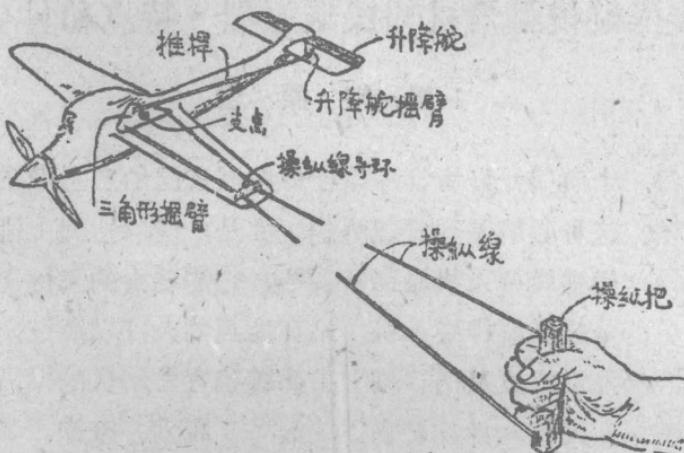
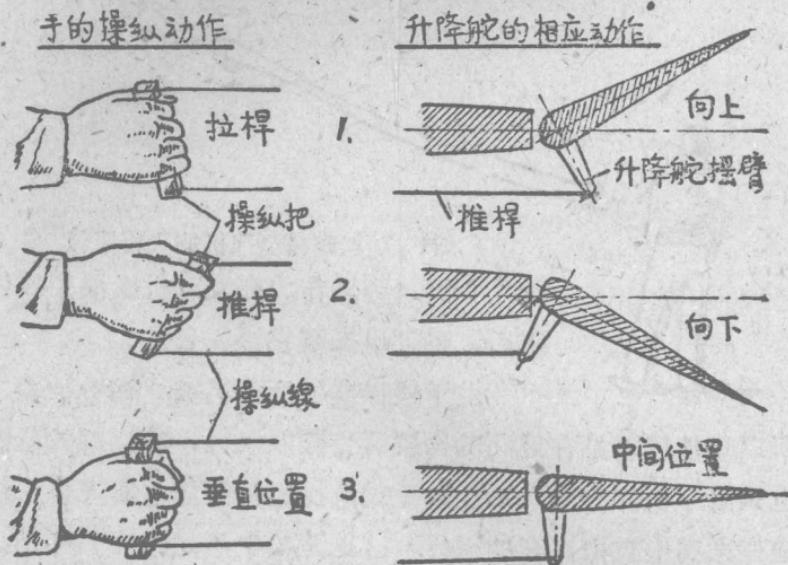

图2 线操纵模型飞机的操纵原理
图3 升降舵的动作
綫操縱模型飞机的操縱原理見图 2。在模型机身內，安装有一个能以固定在机身上的螺絲釘为支点而搖动的三角形搖臂。搖臂上接有两根长长的操縱綫連到操縱把的两头，搖臂上还接有連到升降舵搖臂的推杆。如果将操縱把向后拉(俗称拉杆)，靠上面的一根操縱綫就轉動三角形搖臂并使推杆向后移动，这动作又經過升降舵搖臂而使升降舵向上偏，这时模型就要抬头上升(見图3中①)。反之，推操縱把向前(見图3中②)，則升降舵向下移动，模型就低头俯冲。如果操縱把維持垂直位置(見图3中③)，升降舵也在中間位置，模型就不改变原来飞行状态。正是这样，通过操縱者在地面“拉杆”或“推杆”就能操縱模型完成各种动作。